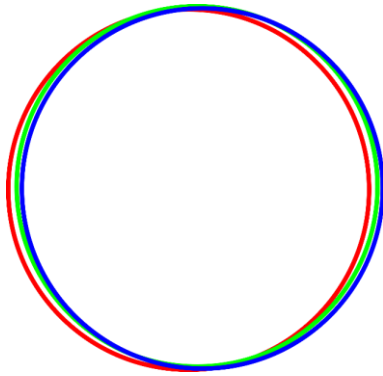

Fig. 17
- 03) Projete un círculo con el láser en una pared o cualquier otra superficie de proyección adecuada (véase la Fig. 17). Puede también utilizar uno de los patrones de prueba disponibles en el software Pangolín.